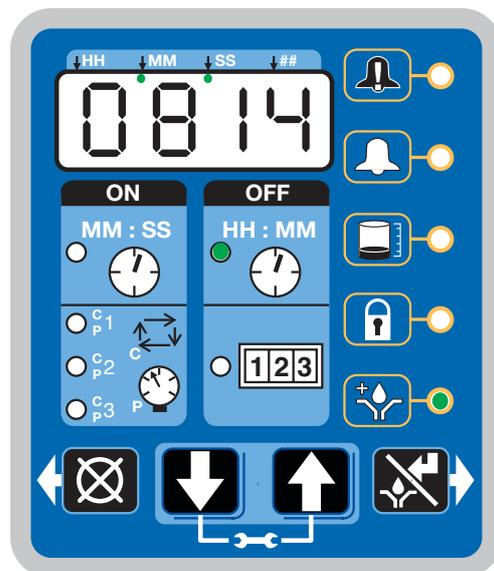

FIG. 56
- La DEL à côté de l'horloge dans le champ ARRÊT est allumée (FIG. 56).
- La DEL de pré-lubrification s'allume (FIG. 56).
- L'écran indique le temps restant jusqu'au début du cycle de lubrification. L'exemple illustré à la FIG. 56 montre qu'il reste 8 minutes et 14 secondes avant le début d'un cycle de lubrification.